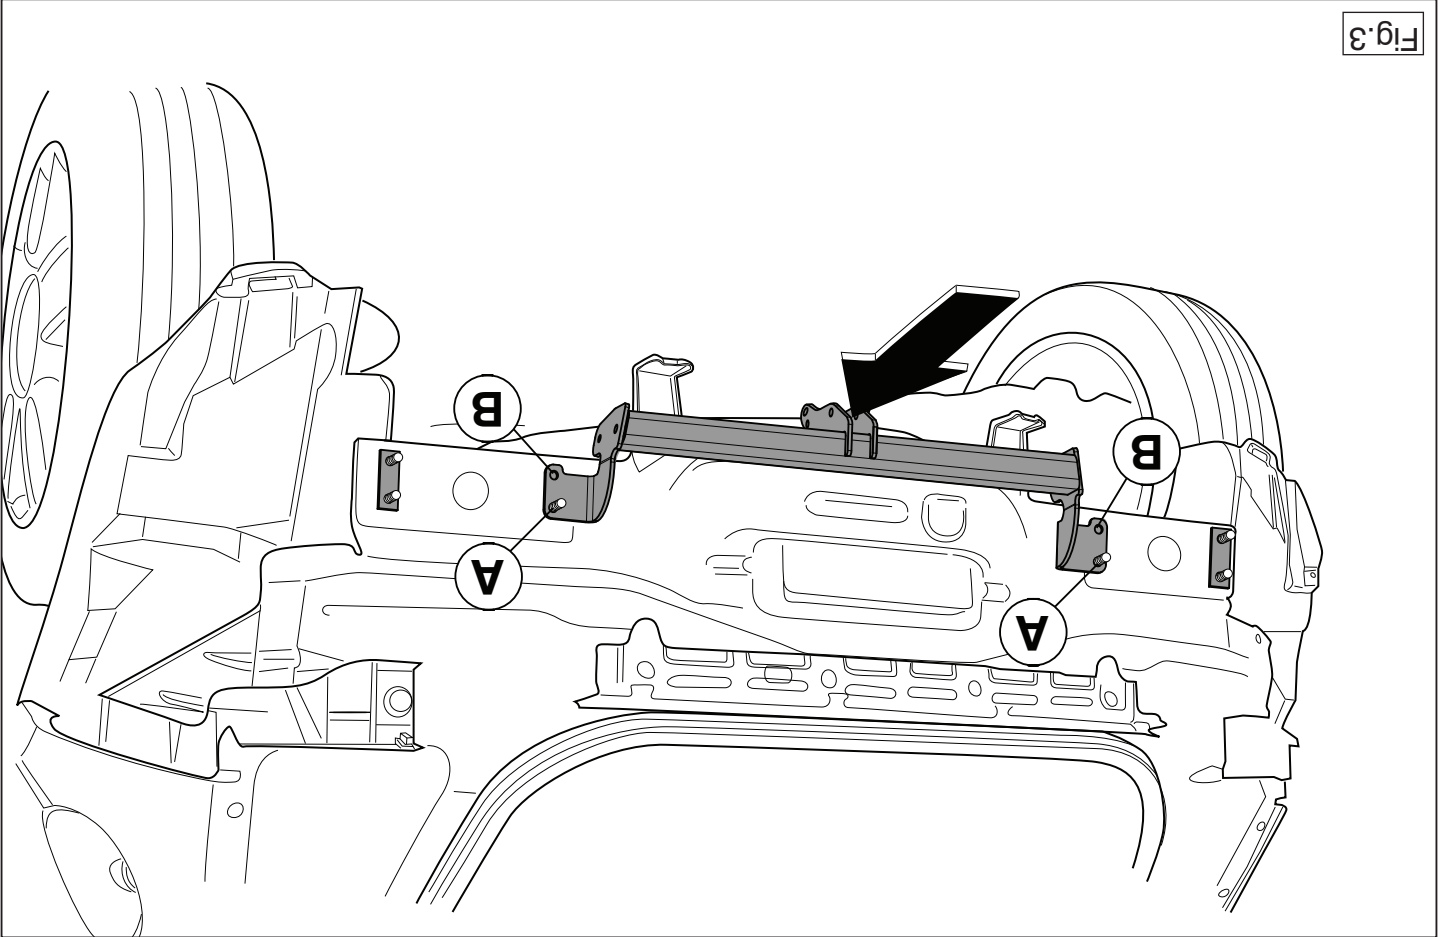

Fig.3
4. Fit the tow bar at points A and B using spacer plates. (See figure 3).
und B montieren. (Siehe Abbildung 3).